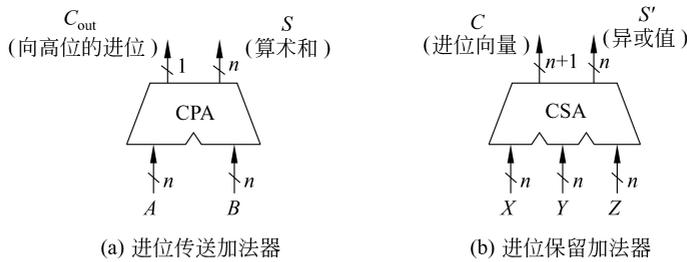

图 3.8 两种加法器符号图
(2) 乘法流水线 乘法运算归根结底是做加法运算,因此先介绍两种乘法流水线中所使用的加法器。
① 进位传送加法器(carry-propagation adder, CPA) 其功能是把两个 n 位二进制数相加,产生算术和,同时产生一位向高位的进位,故又叫先行进位加法器。其符号图如图 3.8(a)所示。
② 进位保留加法器(carry-save adder, CSA) 其功能是对 3 个 n 位数进行异或运算；同时求出这 3 个数的进位向量，暂时保留；其算术和需下一级加法器求出，故又叫伪加法器。其符号图如图 3.8(b)所示。